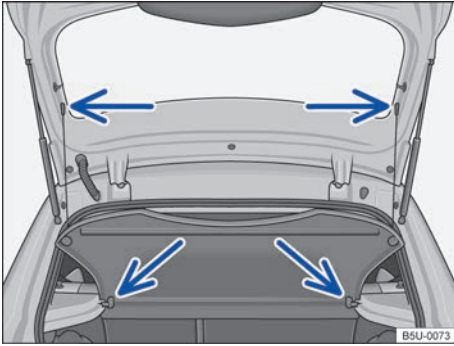

Fig. 74 En el maletero: desmontar y montar la bandeja trasera.
- Desprender los cordones de retención del soporte de la tapa trasera → fig. 74 (flechas superiores).
- Retire la bandeja trasera hacia atrás y hacia afuera de los soportes laterales → fig. 74 (flechas inferiores).
- Empuje la bandeja trasera hacia adelante, introduciéndola en los soportes laterales → fig. 74 (flechas inferiores).
- Encajar los cordones de retención en la tapa trasera → fig. 74 (flechas superiores).